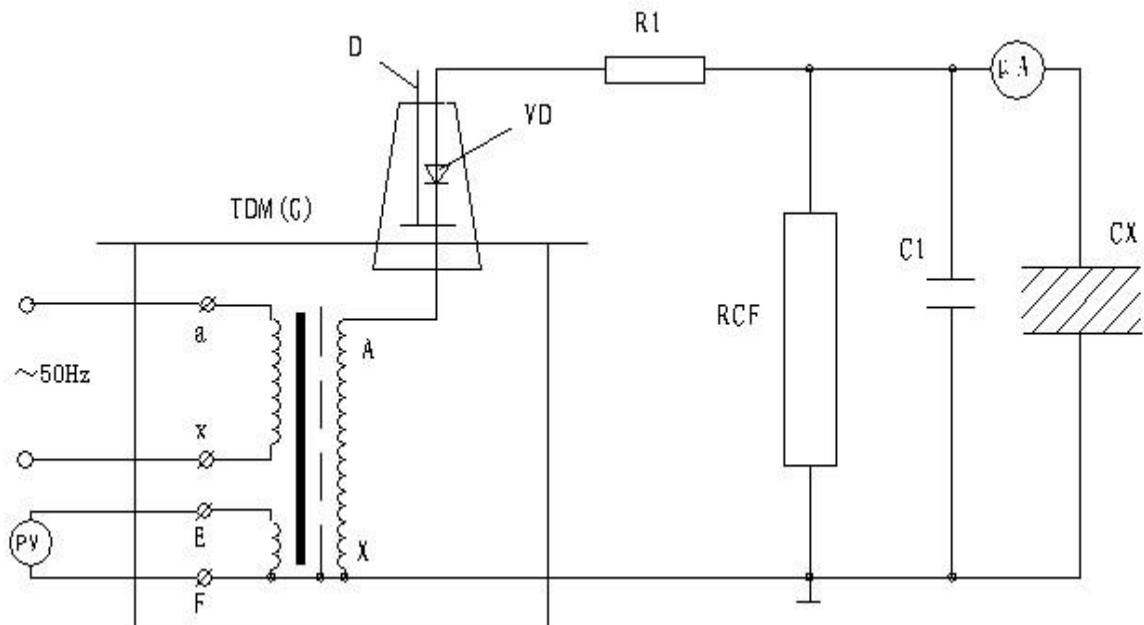

图 7：高压直流泄漏试验接线图
8. 试验变压器在做被试品的直流耐压或泄漏试验时接线原理图如图 7。
注：此试验应先抽出短路杆“D”，图 7 中所示。